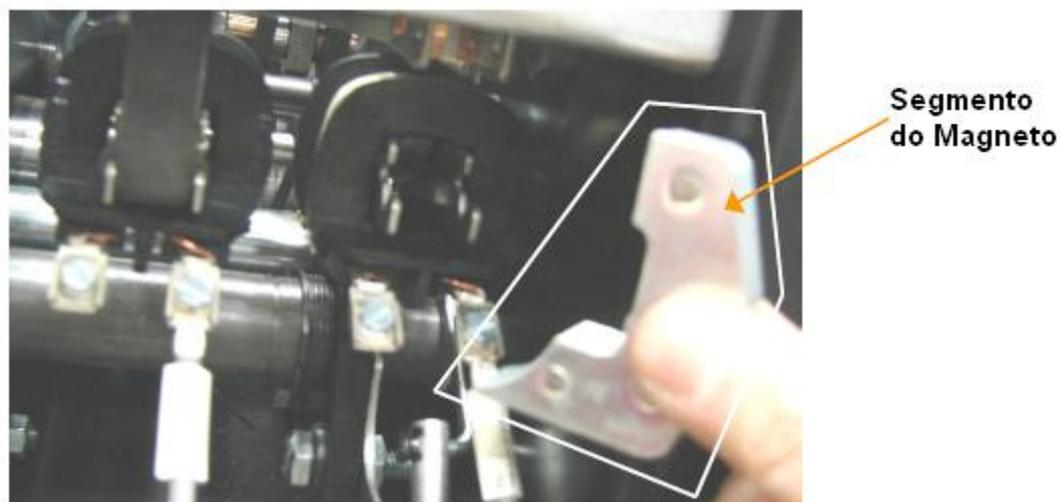

Figura 8: Remoção das Presilhas de Retenção
4. Remover o segmento do magneto (circundado com linha branca na Figura 8) que segura a bobina no lugar.